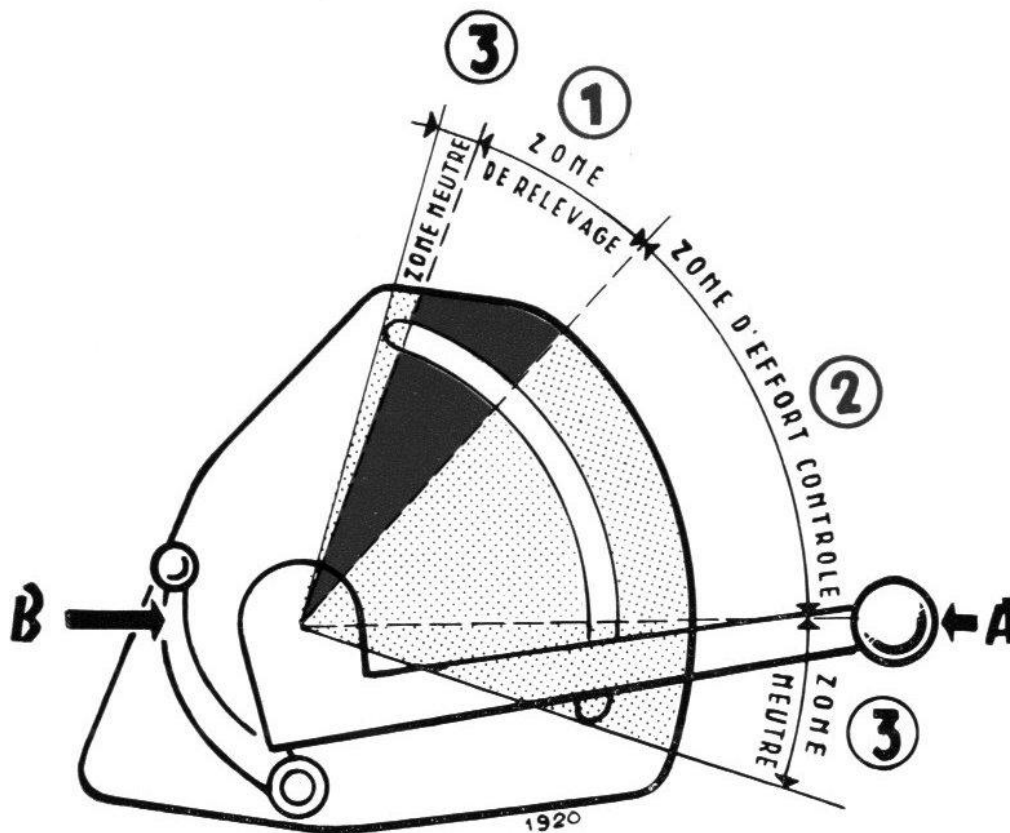

FIG. 13. — Action du levier de commande du relevage.
1) PRINCIPE DE FONCTIONNEMENT (FIG. 13 et 14).
Si le levier de commande du relevage était toujours amené au bas de zone (**2**, fig. 13) du secteur, l'outil travaillerait continuellement à la profondeur maxima, ceci en fonction de la plus ou moins grande résistance qu'offrent les différents sols à son passage.